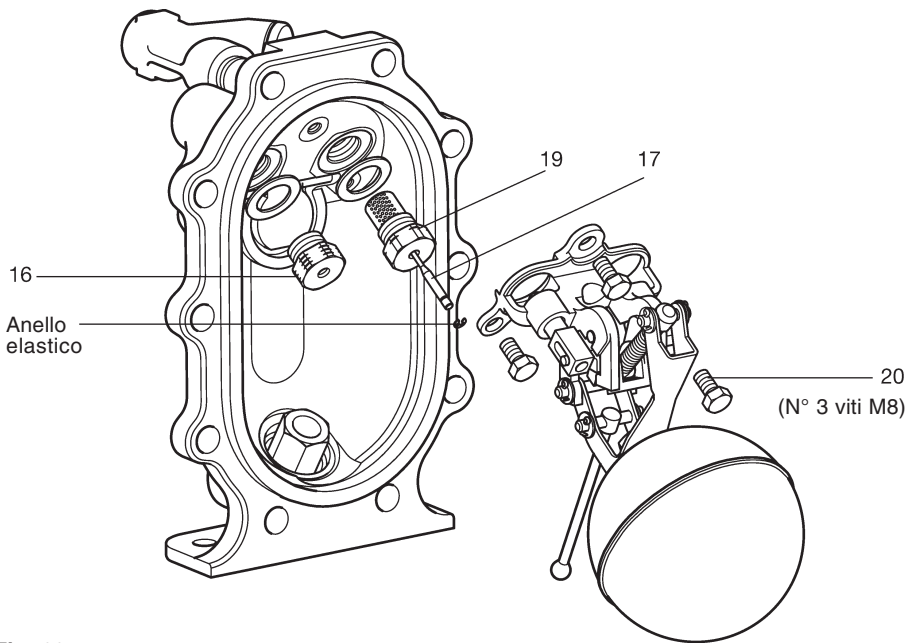

Fig. 22
9. Inserire l'otturatore di ricambio (particolare 17) nella sede della valvola d'ingresso come da fig. 22.